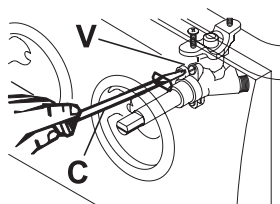

Fig. 4
- Rimuovere la manopola (A) del rubinetto che è fissata a pressione sull'asta.
- Quando i rubinetti sono dotati di dispositivo di sicurezza per assenza di fiamma, la vite di regolazione (V) si trova sopra (fig. 4) o di fianco all'asta (fig. 5).